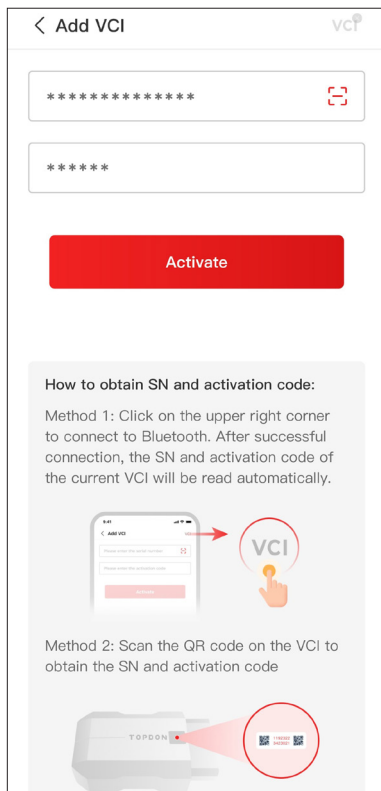

図 3-7
- ④ 検索された Bluetooth デバイスのリストからあなたのデバイスを選択してください。
- ⑤ Bluetooth 接続に成功すると、VCI のシリアルナンバー (SN) とアクティベーションコードが自動的に読み取られます。次に「アクティベート」をタップしてください (図 3-7 参照)。